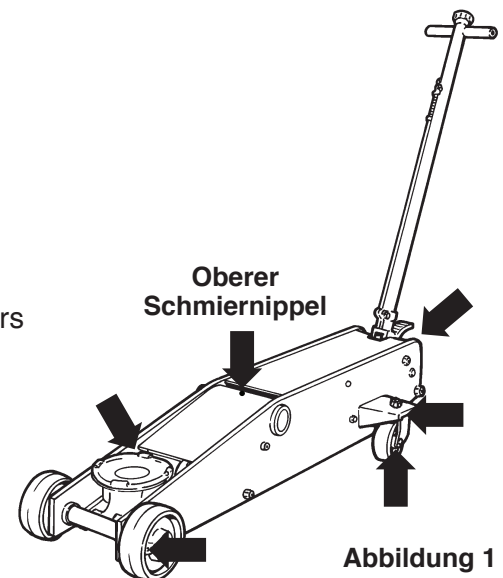

Abbildung 1
Siehe Abbildung 1.
1. **Mindestens einmal im Monat:** die beweglichen Teile des Wagenhebers schmieren (mit Pfeilen in Abb. 1 angezeigt).